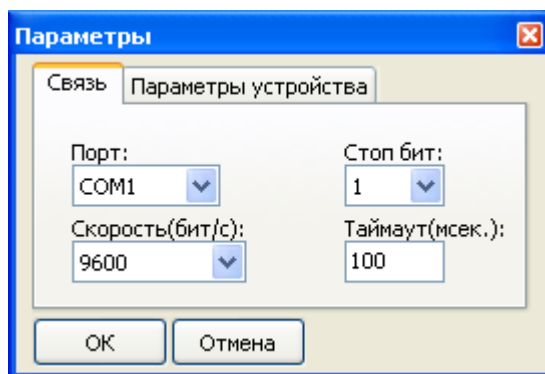

Рисунок 5 – Окно настройки параметров связи
- В появившемся окне на вкладке «Связь» настроить требуемые параметры соединения (см. рисунок 5).